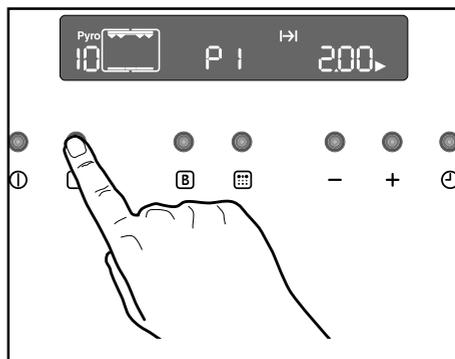

Рис. 17
1. Нажмите кнопку , чтобы включить духовой шкаф. Нажмите кнопку  столько раз, сколько потребуется для того, чтобы на дисплее появился символ функции пиролитической очистки  (уровень 1 - P 1) (Рис. 17).